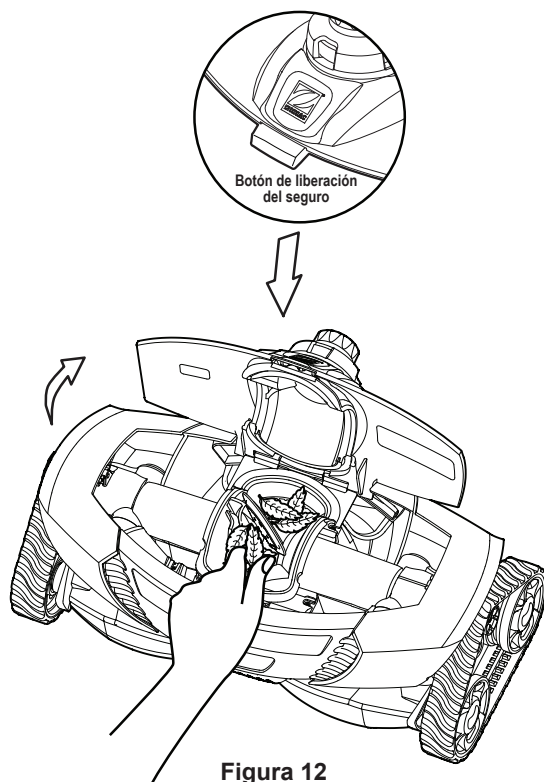

Figura 12
1. Oprima el botón de liberación del seguro en la parte superior del limpiafondo (figura 12).